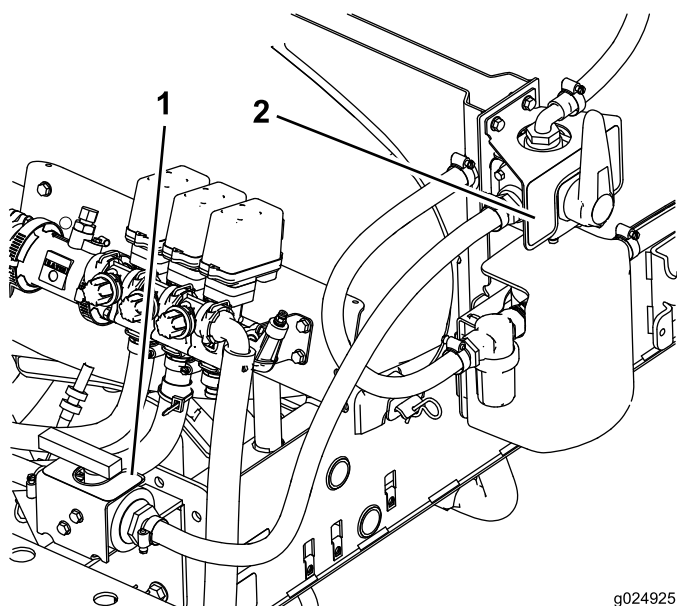

Figure 33
1. Localisez et nettoyez soigneusement la surface où seront apposés les 2 autocollants (Figure 33).
2. Décollez la pellicule protectrice et appliquez les autocollants sur la machine (Figure 33).